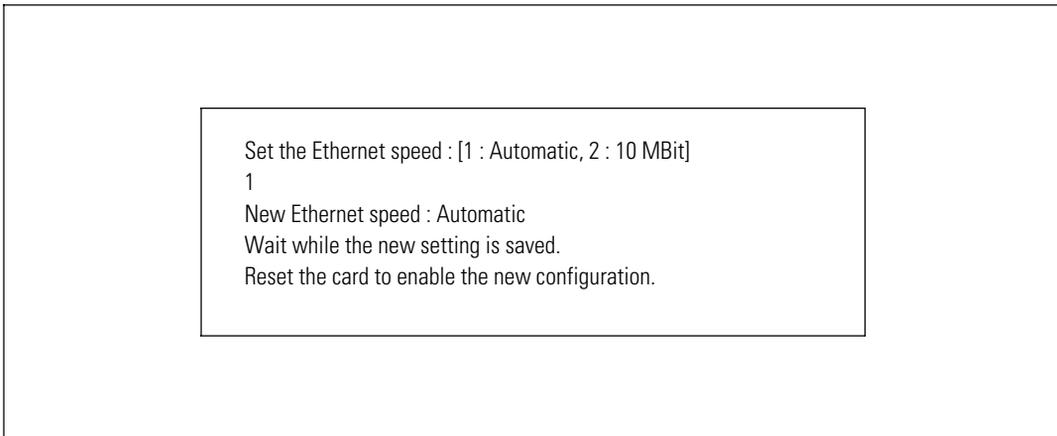

图 43. 以太网速度设置
- **设置以太网速度 (Set Ethernet speed)** : 改变网络速度 (请参阅图 43)。重启网络管理卡以激活新参数。